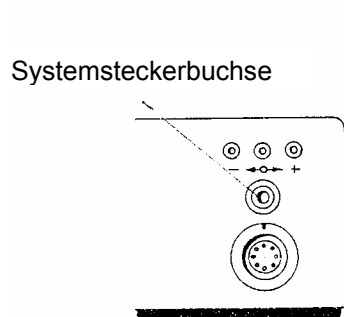

Fig.3
2. Stecken Sie den zugehörigen Systemstecker, den Sie benutzen wollen, in die Systemsteckerbuchse. (s. Abb. 3) Die Anzeige zeigt nun die Systemidentifikation an und eine Übersicht des vorprogrammierten Drehzahlbereichs (RPM) und der Drehmomentwerte (Ncm) in jedem der 4 Programmschritte.